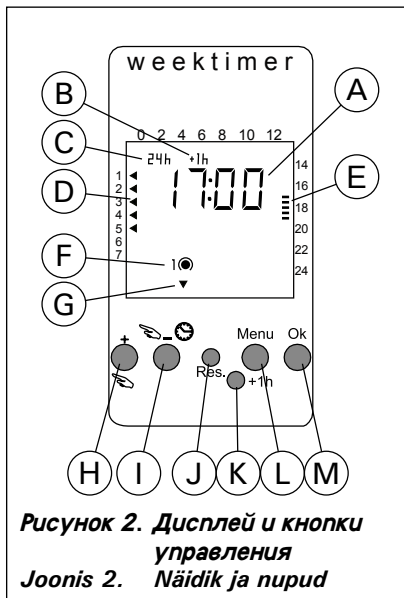

Рисунок 2. Дисплей и кнопки управления
2.2.1. Дисплей и кнопки управления недельного таймера (рис. 2)